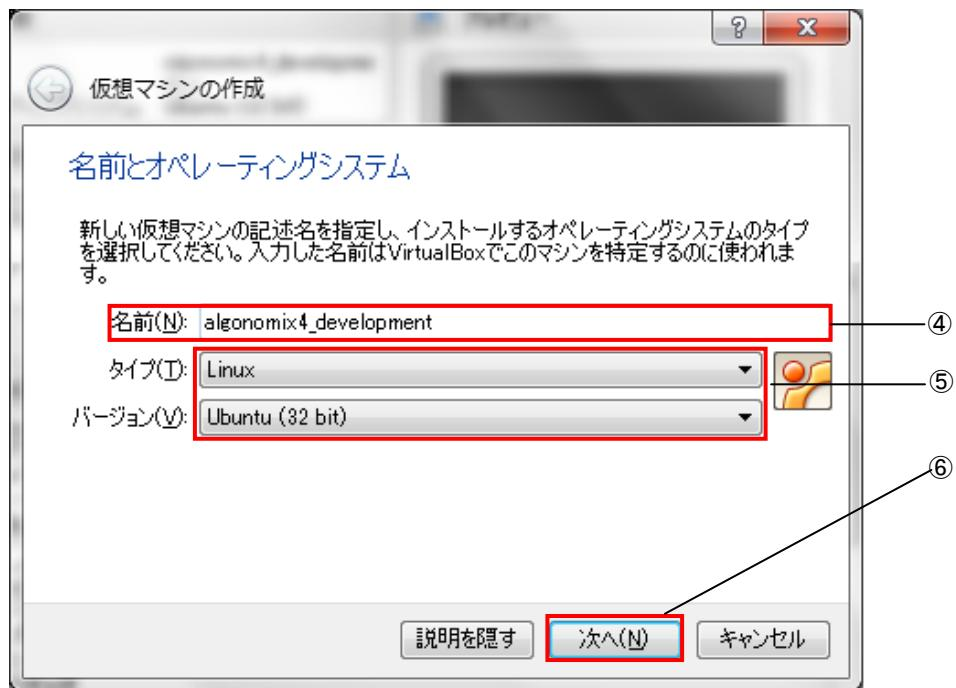

図3-2-4-3. マシン名、OSタイプの設定
- ⑦ 図3-2-4-4のようなメモリ設定画面に変わります。仮想マシンのメモリサイズを入力します。